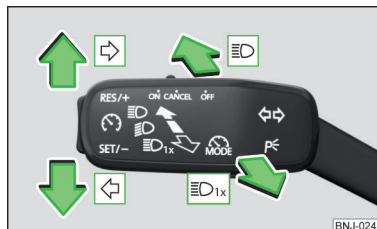

Fig. 55
Posiciones de la palanca de mando » fig. 55
- Presione la palanca de manejo hasta el tope en la posición **↔** o **↔** » fig. 55 de la pág. 62.